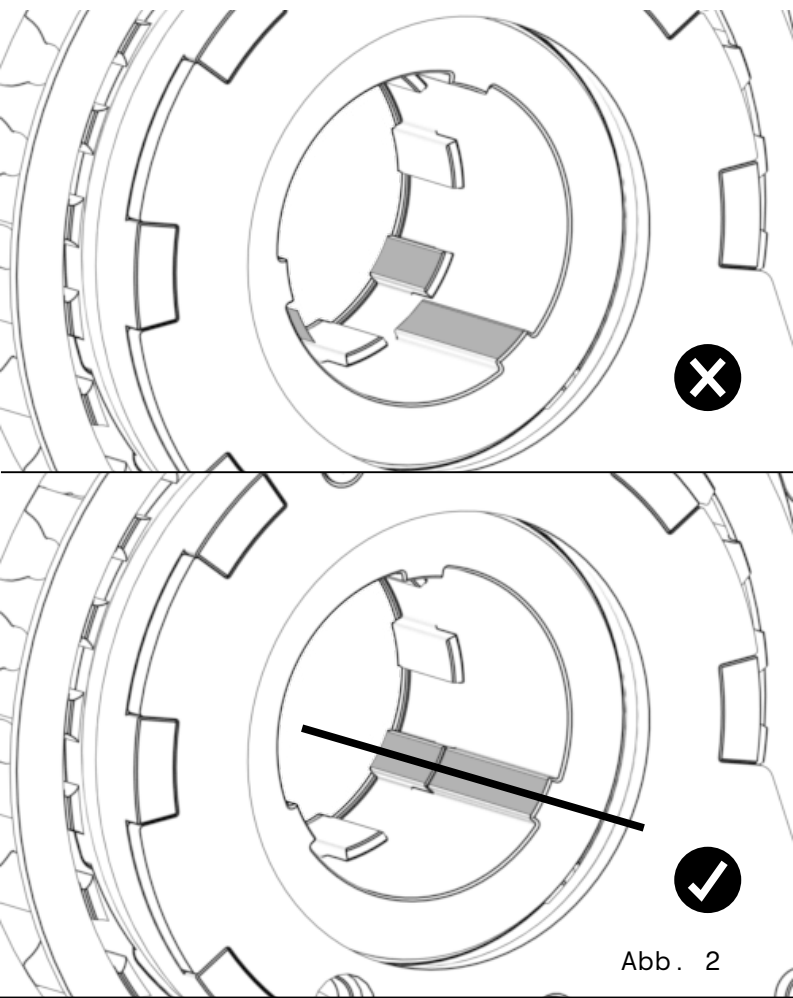

Abb. 2
2.2 Transportsicherung (Pappkeil) entfernen und darauf achten, dass die 9-Spline-Verzahnung im H2 Getriebe fluchtet (Abb.2)